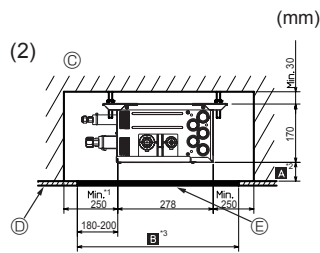
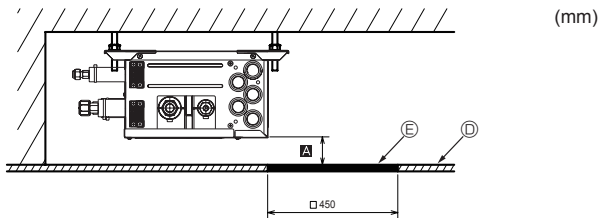
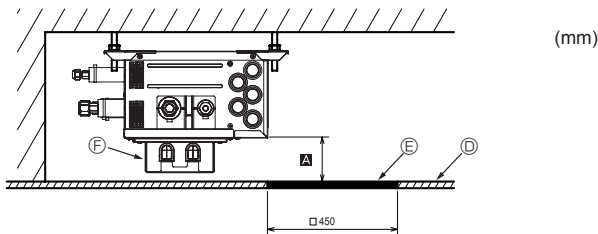

Fig. 4-7
Fig. 4-8
Fig. 4-9
- (2) Vue de profil (Fig. 4-7, Fig. 4-8, Fig. 4-9)
Installation du boîtier du réacteur en option, réglé sur 270 mm min. <recommandation> (Fig. 4-9). **A**
Si la valeur est "□ 450 mm" préparer un orifice d'entretien du côté de la carte de circuit intégré (comme illustré à la Fig. 4-8, Fig. 4-9) et la distance **A** doit correspondre à "300 mm minimum".